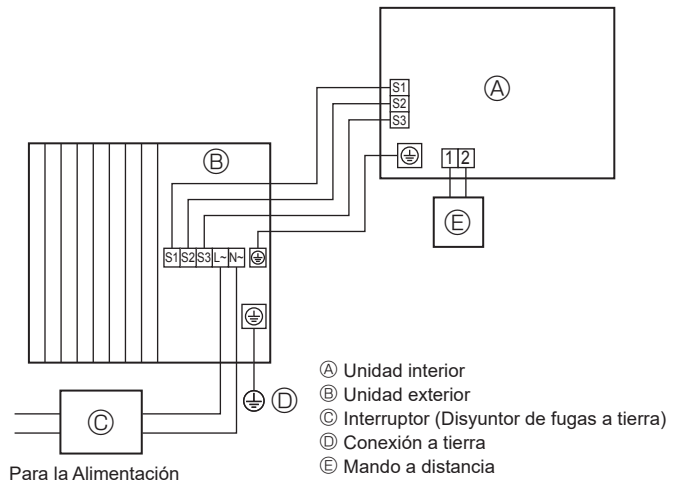
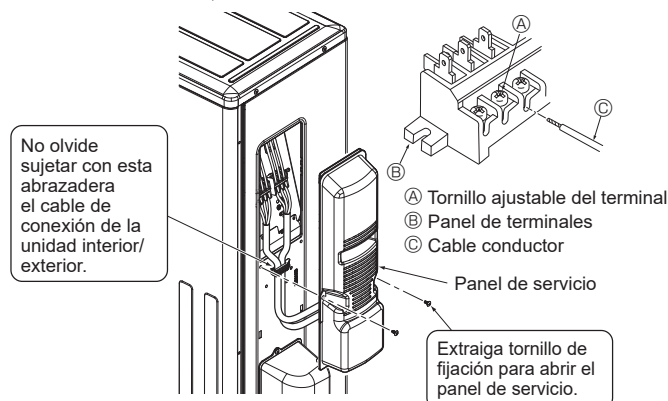

Fig. 6-1
Fig. 6-3
6.1. Unidad exterior (Fig. 6-1, Fig. 6-2, Fig. 6-3)
- ① Retire el panel de servicio.
- ② Conecte los cables de acuerdo con la Fig. 6-1, Fig. 6-2 y la Fig. 6-3.